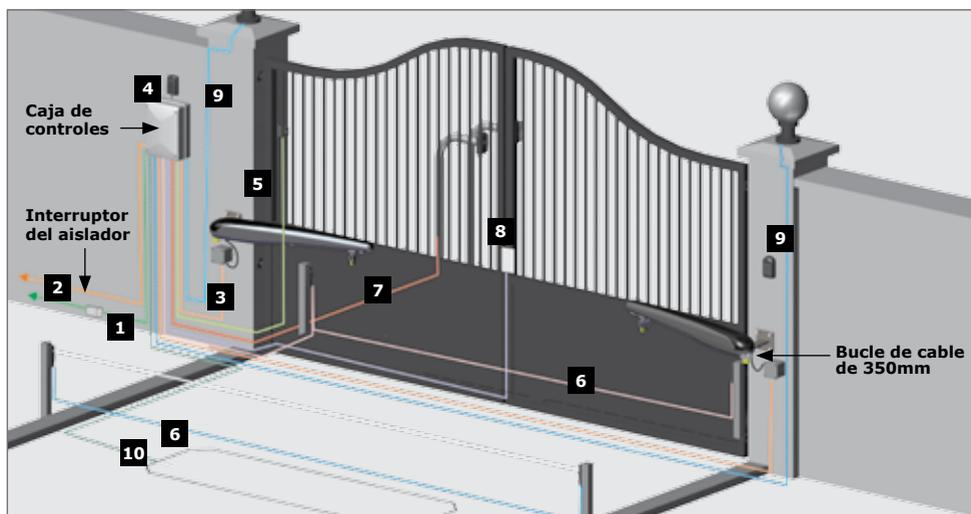

FIGURA 17. REQUISITOS DE CABLEADO
- Deje un bucle de 350 mm de largo en el cable cerca del operador. Vea la Figura 17